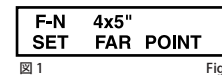

図1
1. F-Nモードを選択し、使用するフォーマットを合わせます。(図1)
2. "SET FAR POINT"の表示状態で、被写体のピントを合わせたい一番遠いところにピントを合わせSETボタンを押します。(図1→2)